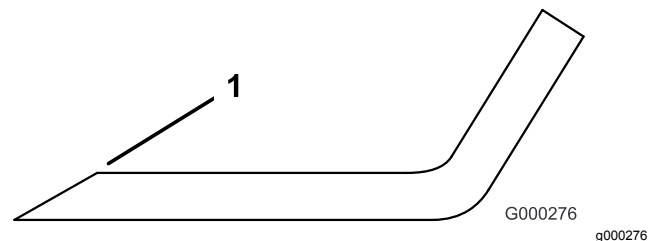

Figura 84
1. Affilate i taglienti da entrambe le estremità della lama con una lima (Figura 84).